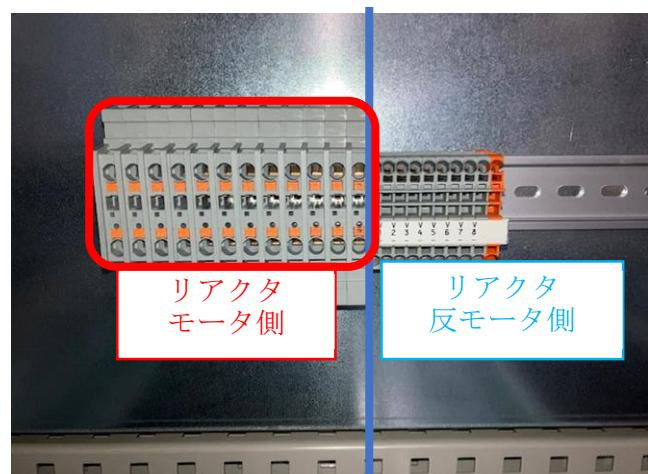

図 17 8kW 電源端子台取付後
(6) 8kW 電源用端子台の取り付け 初回のみ
① 改造キット内の端子台を DIN レールから取り外し、図 17 の赤枠部に取り付けてください。